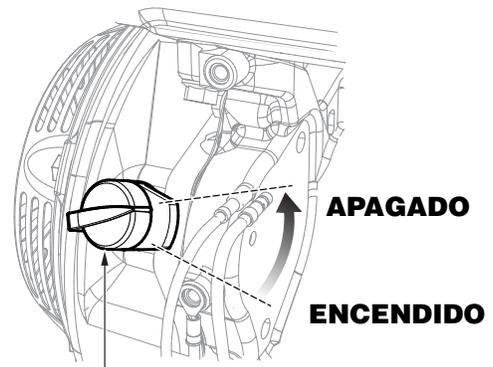

Figura 22. Interruptor de encendido y apagado (posición de apagado)
2. Coloque el interruptor de encendido y apagado (Figura 22) en posición de **apagado**.